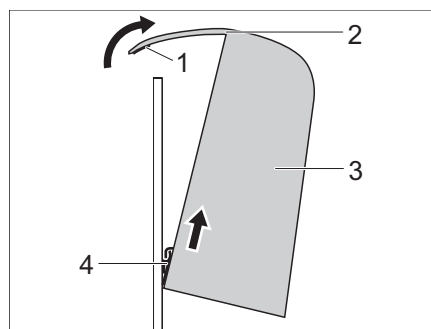

Fig. 66 Rimozione del cuscino dello schienale
- Inclinare in avanti il cuscino dello schienale (Fig. 66,3) e sganciare la cinghia (Fig. 66,4).
- Tenere inclinato il cuscino dello schienale (Fig. 66,3) e agganciare la cinghia (Fig. 66,4) nella parte inferiore.
- Spingere indietro il risvolto del tessuto (Fig. 66,2) e far aderire con forza il velcro (Fig. 66,1).